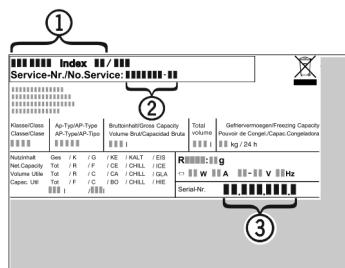

Fig. 4
► Наименование устройства Fig. 4 (1), сервисный № Fig. 4 (2) и серийный № Fig. 4 (3) считайте с заводской таблички. Заводская табличка находится внутри устройства слева.
- Обратитесь в сервисную службу и сообщите вид неисправности, наименование устройства Fig. 4 (1), сервисный № Fig. 4 (2) и серийный № Fig. 4 (3).